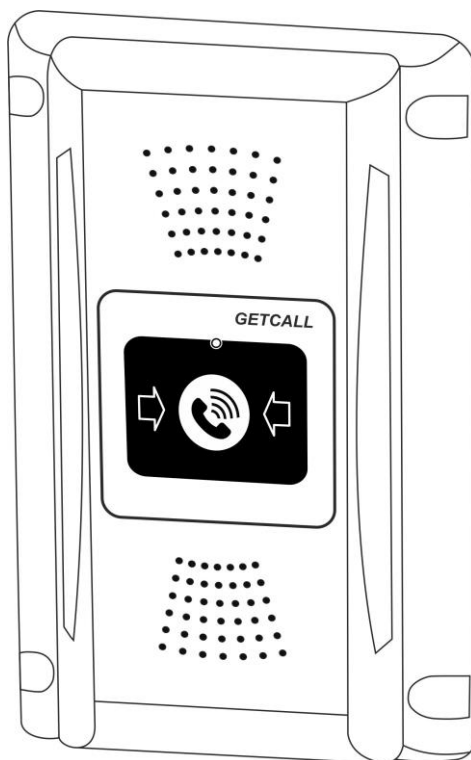

Рисунок 5.14. Абонентское устройство громкой связи GC-2001W3
5. Абонентское устройство громкой связи GC-2001W3 (рис.5.14).